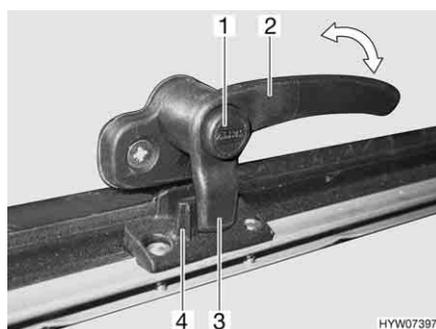
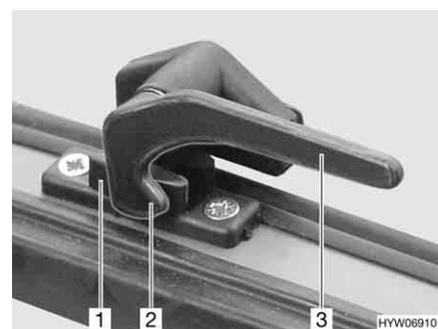

Fig. 86 Leva di serraggio con bottone di sicurezza in posizione "Chiuso"
Fig. 87 Leva di serraggio in posizione "Chiuso"
**Apertura:** ■ Se presente, premere e tenere premuto il bottone di sicurezza (Fig. 86,1).
■ Ruotare tutte le leve di serraggio (Fig. 86,2 o Fig. 87,3) di un quarto di giro verso il centro dell'oblò.
- Se presente, premere e tenere premuto il bottone di sicurezza (Fig. 86,1).
- Ruotare tutte le leve di serraggio (Fig. 86,2 o Fig. 87,3) di un quarto di giro verso il telaio. Il nasello di bloccaggio (Fig. 86,3 o Fig. 87,2) si trova sulla parte interna del bloccaggio dell'oblò (Fig. 86,4 o Fig. 87,1).
- In posizione "Completamente chiusa" (Fig. 86 e Fig. 87)